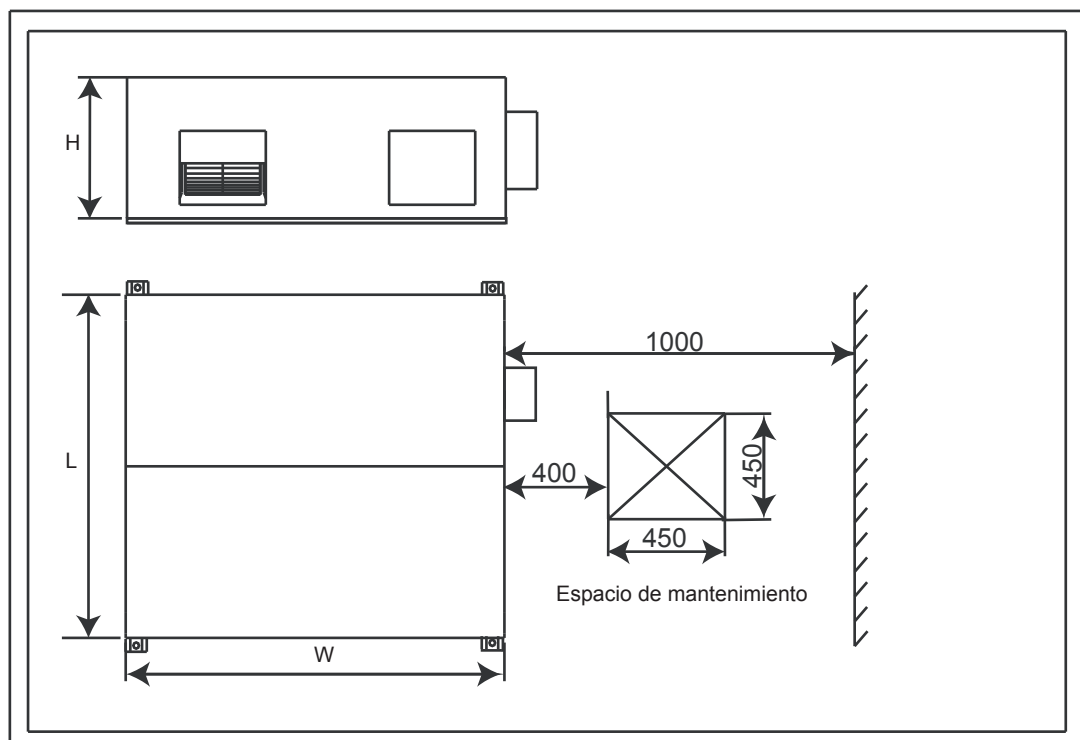

Fig. 3-3 Especificación detallada de la estructura y espacio de mantenimiento
- La dimensión de la instalación y el espacio de mantenimiento. (Consulte la siguiente imagen adjunta Fig. 3-3)